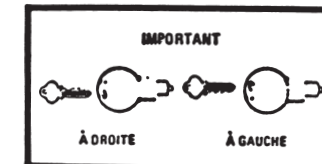

Fig. 2
- ii - Insérer le bouton et le barillet de sorte que les DENTS DE LA CLÉ SOIENT TOURNÉES VERS LE BAS, puis pousser le bouton jusqu'à ce qu'il s'emboîte (Fig. 2).
- ii - Insérer le bouton et le barillet de sorte que les DENTS DE LA CLÉ SOIENT TOURNÉES VERS LE HAUT, puis pousser le bouton jusqu'à ce qu'il s'emboîte (Fig. 2).